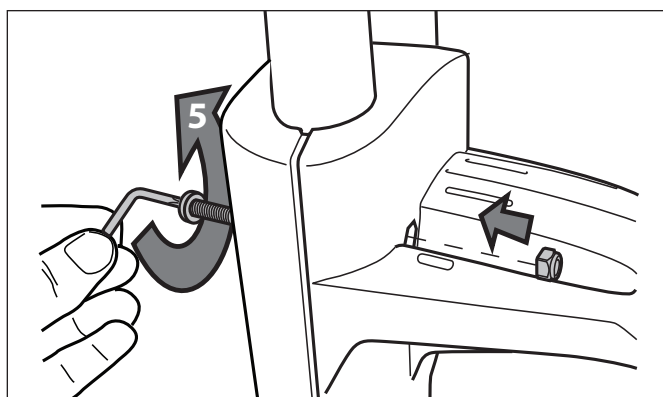

Figura 5. Asegure la placa de los soportes del cable
3. Sujete la placa del soporte de cable de energía con dos (2) pernos y dos (2) tuercas y apriételes con una llave Torx®. Vea la Figura 5.